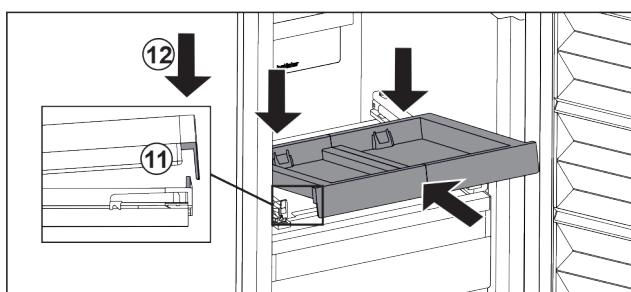

Fig. 29
- Вставити навколо. Звертайте увагу, щоб з обох боків упор був за накладкою. Fig. 29 (11)
- Витяжну панель опустити спереду. Fig. 29 (12)